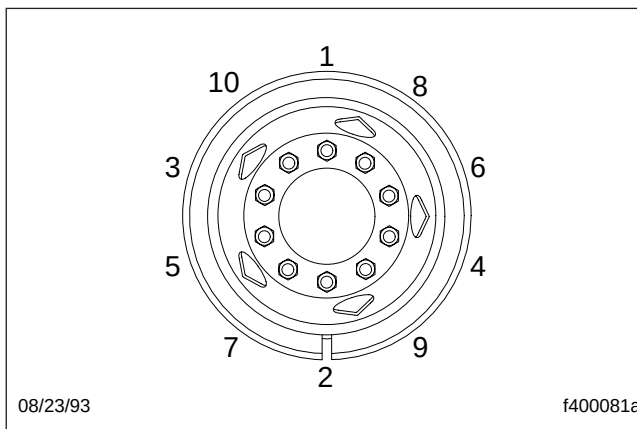
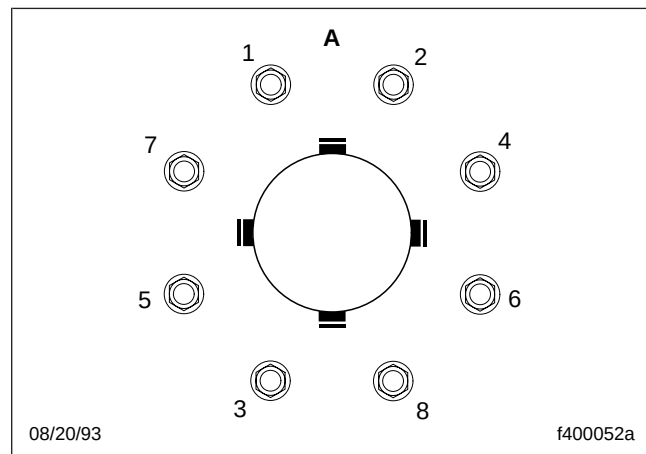

Figura 11.7, Secuencia de apretado, ruedas de 10 orificios
Figura 11.8, Secuencia de apretado, ruedas de 8 orificios
- 21.4 Asegúrese de que todas las tuercas de rueda estén apretadas entre 450 y 500 lbf·ft (610 y 678 N·m) para ruedas Accuride con filetes de rosca sin lubricar. Use la secuencia de apretado en la Figura 11.7 para ruedas de 10 orificios y la secuencia de apretado en la Figura 11.8 para ruedas de 8 orificios. Vea el **Grupo 40** del *Manual de taller Business Class® M2* para obtener más información.